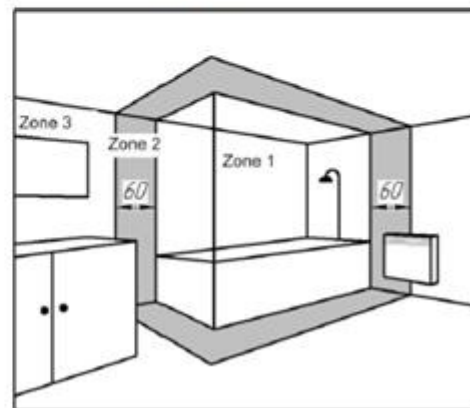

Abb. 4
5.5 De met IP24 beschermde convector kan in de badkamer worden geïnstalleerd (zie afb. 4).